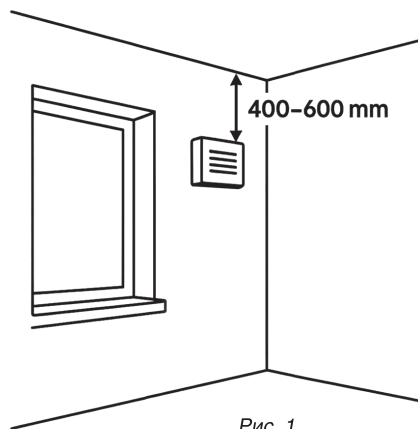

Рис. 1
- На расстоянии 400-600 мм от потолка (Рис. 1)